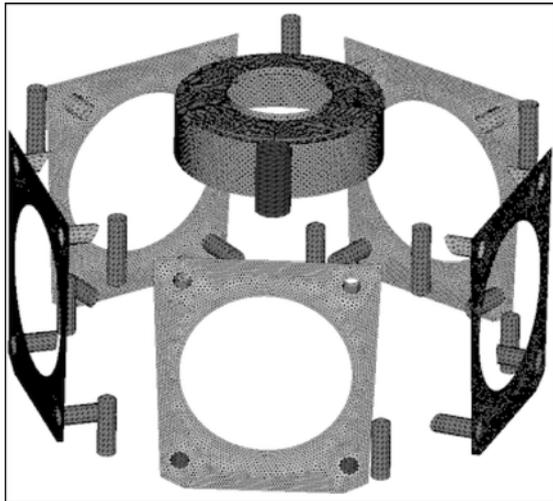

图 5-130 Mesh Features 结果
(1) 针对名为 Feature 的用户自定义特征，在 Mesh Type 下拉式菜单中选择 trias 选项。
(2) 在 Elem Size 一栏中填入 0.5。
(3) 针对名为 TopHole 的用户自定义特征，在 Mesh Type 下拉式菜单中选择 R-Trial Union Jack。
(4) 在 Elem Size 一栏中填入 0.5。
(5) 单击 Mesh All 按钮。
(6) 查看网格剖分结果。此时视图区域中的模型应与图 5-130 一致。